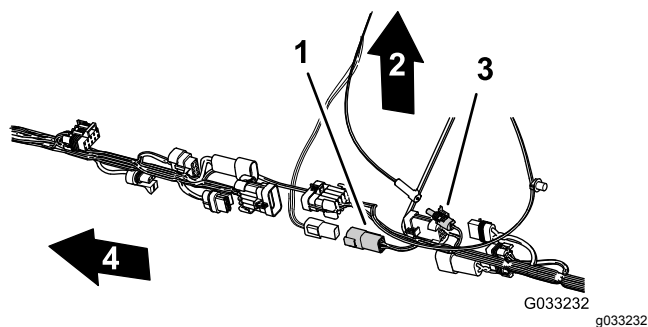

Figura 120
7. Para ligar facilmente as cablagens da navegação elétrica e dos dados, certifique-se de que o conector de 1 tomada da cablagem traseira e o conector de 4 tomadas da cablagem traseira estão alinhados com a parte superior da cablagem (Figura 120).